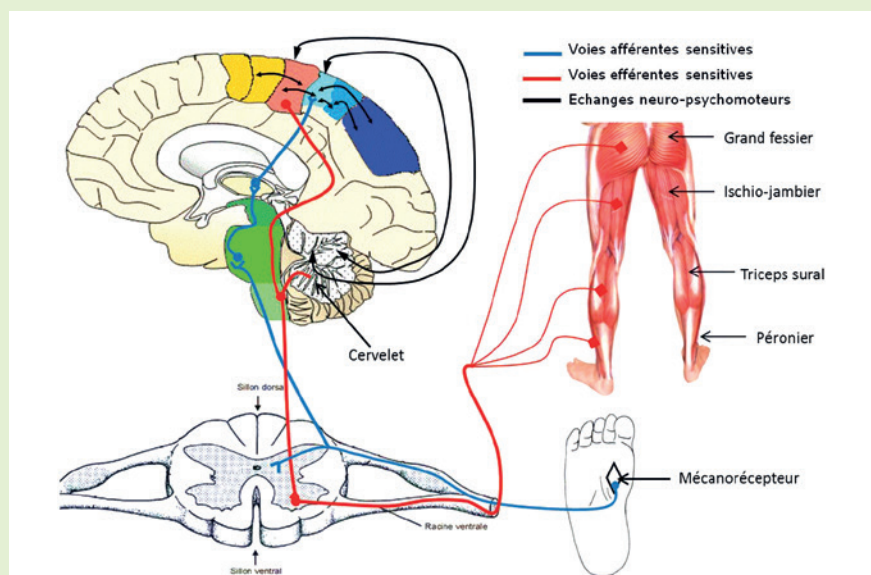

Figure 1 : Circuits neuronaux : de la sensation vibratoire sous la voûte plantaire au rétablissement de l'équilibre postural.
Des études scientifiques références (1) (2) ont mis en évidence, le concept d'excitation neuronale par des vibrations haptiques (*) sous la voûte plantaire avec revitalisation des neurones dans le cortex cérébral des personnes testées et retour à l'équilibre postural selon les voies et circuits décrits dans la figure 1.
Comme illustré dans la figure 1, le fonctionnement du système neuro-psychomoteur s'explique par les moyens physiologiques appartenant au corps humain :